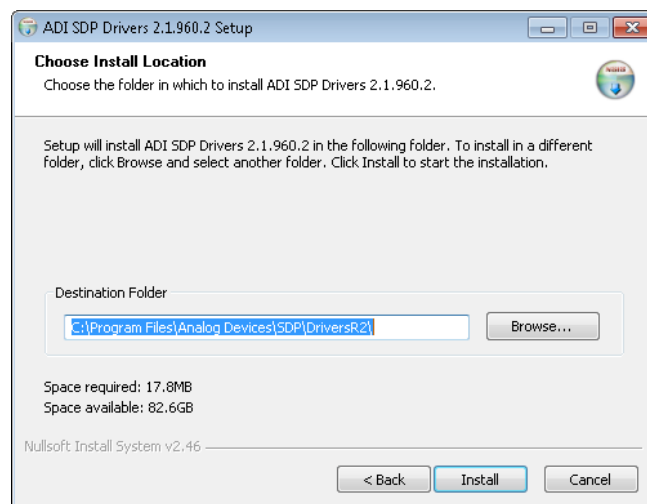

图5. 选择安装位置
2. 屏幕上出现**选择安装位置**时(如图5所示)，单击**下一步**。此外，还可单击**浏览**更改目标文件夹，选择另一个目标文件夹，然后单击**下一步**。